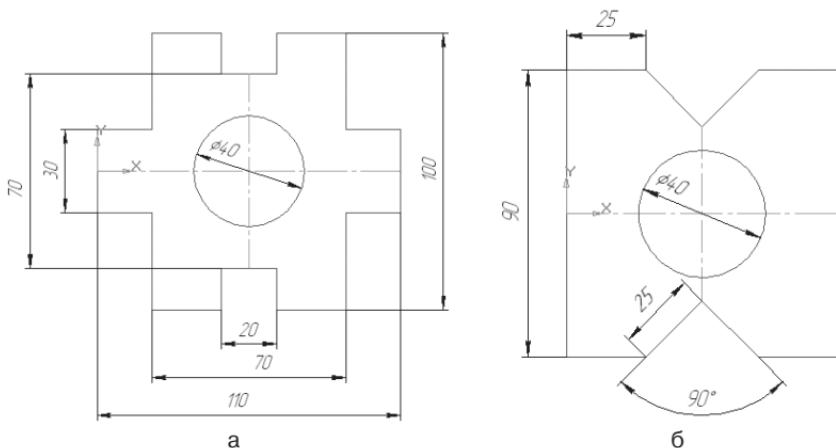

Рис. 50. Задание для самостоятельной работы
- Откройте документ **Фрагмент** и постройте чертеж плоской детали простейшими командами с применением привязок (рис. 50).